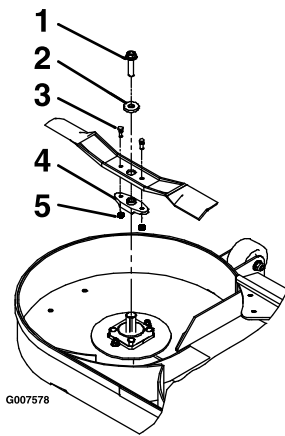

Figura 66
- Retire la cuchilla, la arandela y el perno que sujetan la cuchilla y el impulsor de la cuchilla (Figura 66).
4. Retire el impulsor de la cuchilla de la cuchilla existente (Figura 66).
1. Instale el impulsor de la cuchilla en las cuchillas nuevas con los pernos de cizallamiento y las contratuercas (Figura 66).
3. Instale la cuchilla, la arandela y el perno de la cuchilla en el eje (Figura 66).